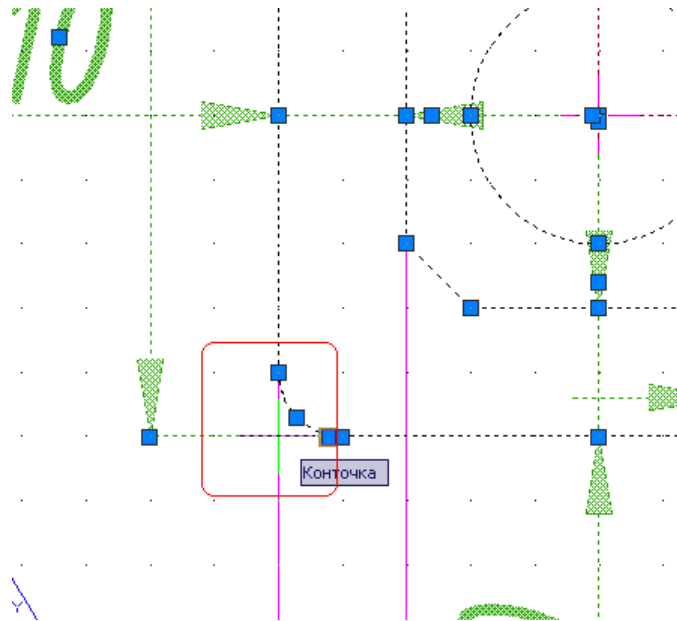

Рисунок 8.1
– курсором указать Базовую точку – левый, нижний угол детали, пересечения размерных линий или другую характерную точку чертежа, от которой удобно отсчитывать размеры 9 (рис. 8.1).